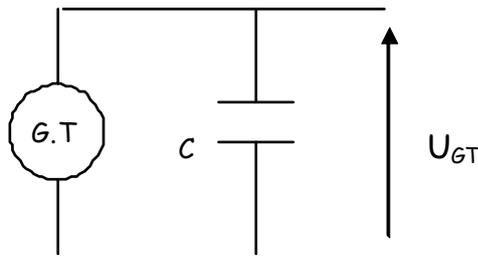

Figure 15 : filtrage du signal de la dynamo
**C2.1.2** Pour filtrer la tension délivrée par la génératrice, on place à ses bornes un condensateur de capacité  $C$  (Figure 15).